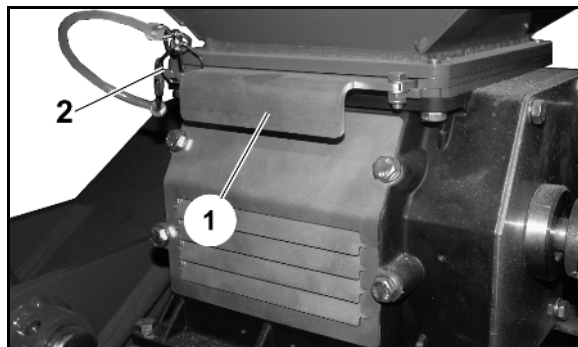

Рис. 82
9. При необходимости снова откройте отверстие бункера для посевного материала (Рис. 82/1) и застопорите пружинным фиксатором (Рис. 82/2).